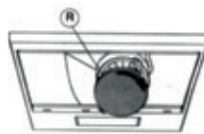

Fig. 18
- Si la campana está dotada de filtros de carbón redondo (Fig. 18), coloque el filtro de carbón girándolo en sentido de las manecillas del reloj